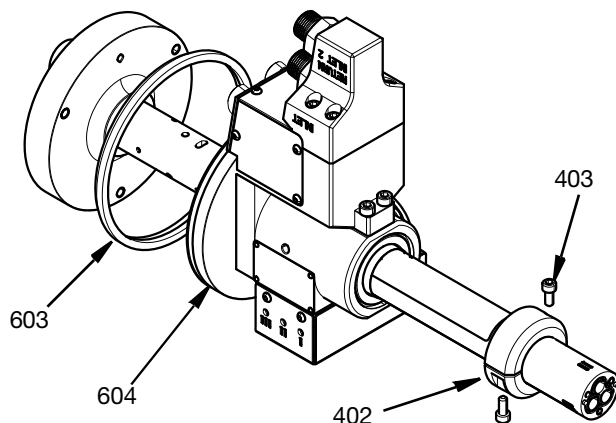

FIG. 25
- Inserire l'anello di tenuta (603) nella scanalatura all'esterno dell'alloggiamento del cuscinetto (604). Far scorrere l'unità completa sul corpo centrale (101) e accertarsi che la faccia dell'alloggiamento del cuscinetto sia serrata contro la faccia del corpo centrale. Far scorrere l'anello di blocco (401) sul corpo centrale e serrare le due viti M5 (403). Serrare a 6,5 N•m (57,5 in-lb). Vedere FIG. 25.